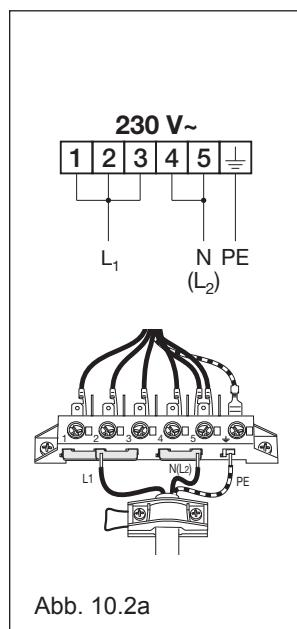

Abb. 10.2a
- Phasen und Erdleiter gemäß Abb. 10.2a, 10.2b, 10.2c an das Endstück "B" anschließen.